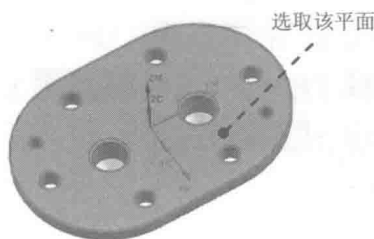

图 1.6 指定顶面
(1) 单击“定心钻孔”对话框 **指定孔** 右侧的  按钮，系统弹出“点到点几何体”对话框，单击 **选择** 按钮，系统弹出“点位选择”对话框，单击 **面上所有孔** 按钮，系统弹出“选择面”对话框。
(2) 在图形区选取图 1.6 所示的面, 分别单击“选择面”对话框与“点位选择”对话框中的 **确定** 按钮, 然后再单击“点到点几何体”对话框中的 **优化** 按钮、**最短刀轨** 按钮、**优化** 按钮、**接受** 按钮, 最后单击 **确定** 按钮, 返回“定心钻孔”对话框。
Step2. 指定顶面。单击“定心钻孔”对话框 **指定顶面** 右侧的  按钮, 系统弹出“顶部曲面”对话框; 在“顶部曲面”对话框的 **顶面选项** 下拉列表中选择  选项, 然后选取图 1.6 所示的面; 单击“顶部曲面”对话框中的 **确定** 按钮, 返回“定心钻孔”对话框。